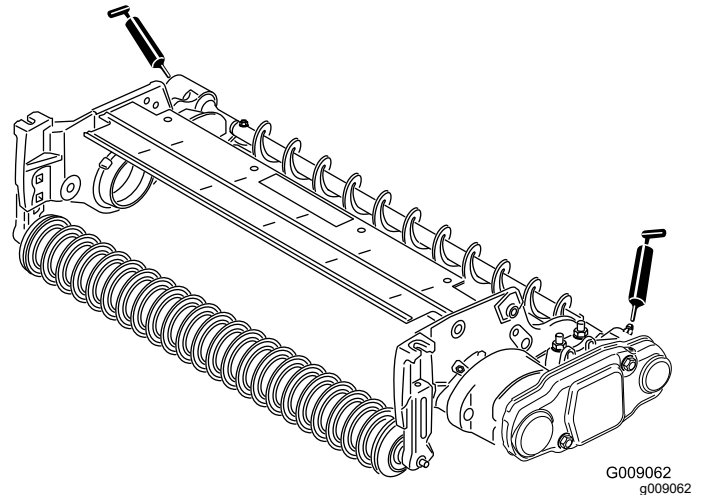

Bild 19
26. Schmieren Sie die Schmiernippel an den Lagergehäusen jeder Rollenbürste und an den anderen Stellen an der Schneideinheit mit Nr. 2 Allzweckfett auf Lithiumbasis ein (Bild 19). Wischen Sie überschüssiges Fett ab, besonders um die Ausschlussdichtungen.